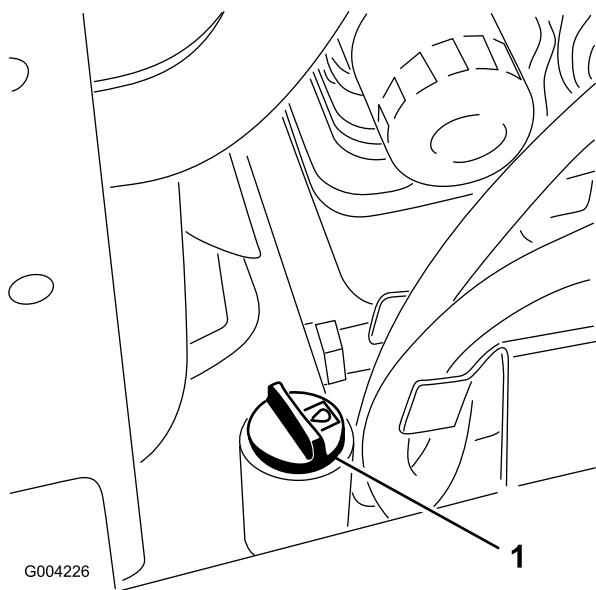

Рисунок 18
- Очистите зону вокруг заливной горловины и крышки гидравлического бака (Рисунок 18).